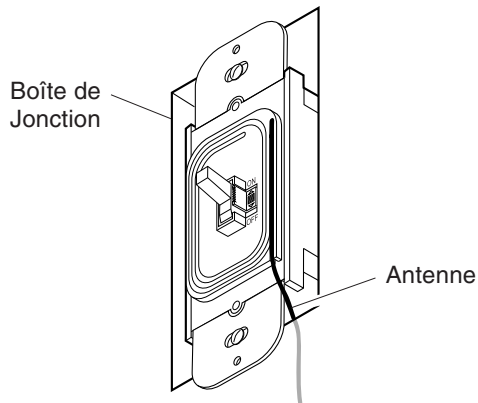

Figure 3 - Antenne Réceptrice
14. Déroulez l'antenne qui se trouve encastrée sur le récepteur. Faites passer l'antenne à travers la fente et déroulez-la au complet de manière qu'elle pende à l'intérieur du mur (voir Figure 3). Ceci augmentera la portée du récepteur. Repositionnez l'émetteur à l'endroit désiré et assurez-vous qu'il commande bien l'éclairage. Vous aurez peut-être à repositionner l'antenne réceptrice ou l'émetteur jusqu'à ce que l'éclairage fonctionne adéquatement.